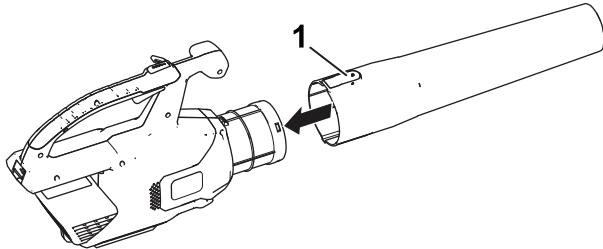

Bild 2
- Setzen Sie das Laubbläserrohr in das Gehäuse des Laubbläzer ein. Sie müssen die Nase für das Laubbläserrohr ggf. nach unten drücken, um es zu arretieren (**Bild 2**).